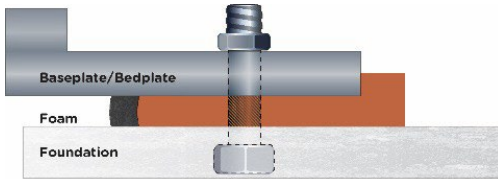

Abbildung 6 – nach der Reparatur
- e) Das vordere Metall-/Holzteil vom Damm entfernen; dazu vorsichtig mit einem Hammer oder Schlegel darauf schlagen. Die Reparatur sollte wie in Abbildung 6 aussehen.